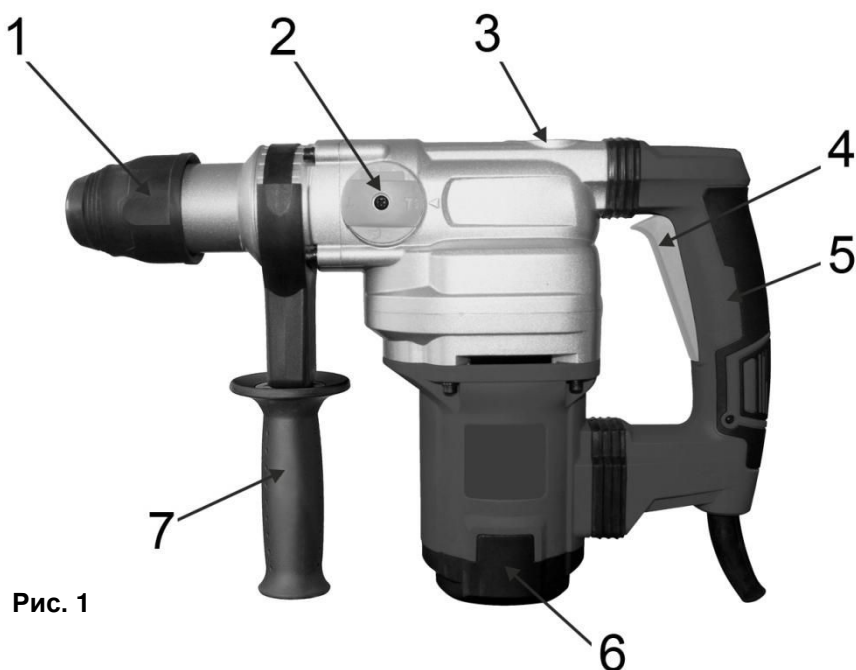

Рис. 1
- Настоятельно рекомендуется использовать дополнительную (боковую) рукоятку (7) (См. Рис.1) во время работы. Точный контроль над инструментом значительно повышает безопасность и удобство работы.
- Установите боковую рукоятку (7)(См. Рис.1) на ствол перфоратора.
- **Чтобы включить перфоратор**, нажмите на клавишу выключателя (4)(См. Рис.1).
- Используя рукоятку переключателя режима работы (2)(См. Рис.1) можно установить несколько режимов работы перфоратора: